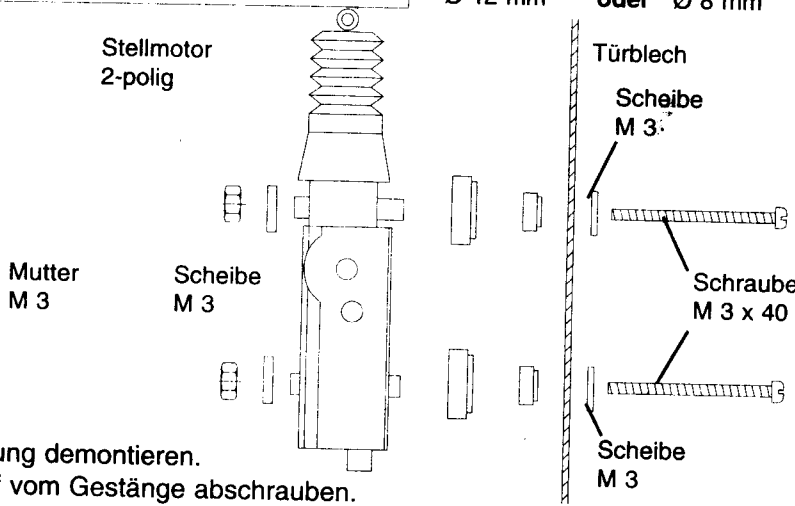

Abb. 2
- Stellmotor befestigen (siehe Abb.2).